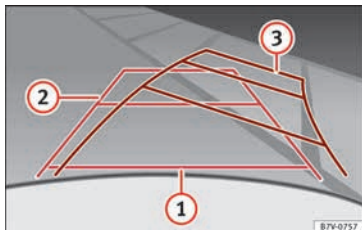

Abb. 217 Bildschirm: Orientierungslinien des Parkraums hinter dem Fahrzeug.
Bedeutung der auf den Bildschirm projizierten Orientierungslinien » Abb. 217. Alle Längenangaben der Orientierungslinien beziehen sich auf ein Fahrzeug, das auf einer waagerechten Fläche steht.
- Langsam rückwärtsfahren und dabei so lenken, dass die gelben Orientierungslinien in die Parklücke führen » Abb. 217 3.